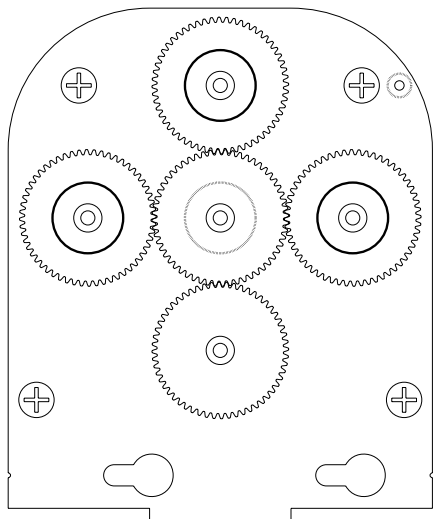

Рисунок 1.
- Для изготовления **3х-прядного каната** используйте любые три крайние оси (*рис. 1*).